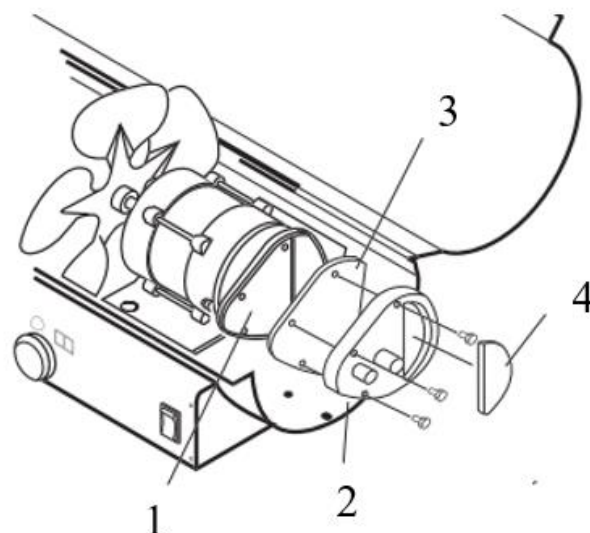

Рис.7
- Снимите кожух и решетку вентилятора (Рис.7)